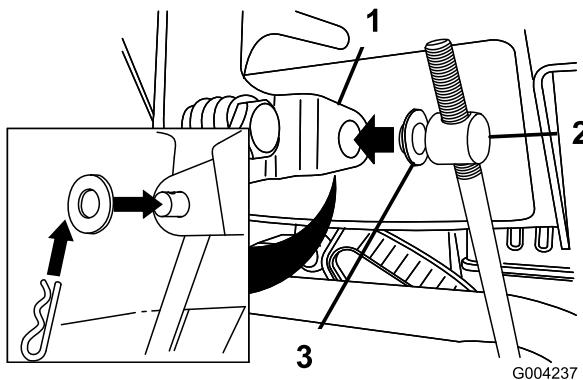

Figura 11
3. Togliete la coppia a forcina e la rondella esterna dal barilotto sul lato superiore dell'asta di comando della velocità (Figura 11).
Nota: Per agevolare l'installazione lasciate la rondella piana sul barilotto (Figura 11).
6. Sollevate l'asta di comando della velocità ed inserite il barilotto nel foro della leva di selezione della velocità (Figura 11).